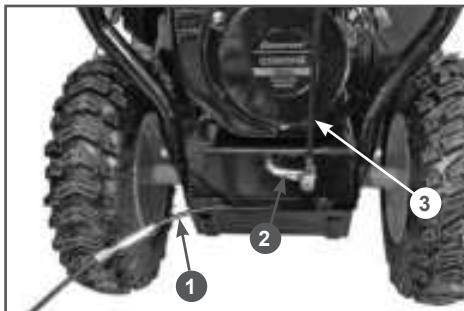
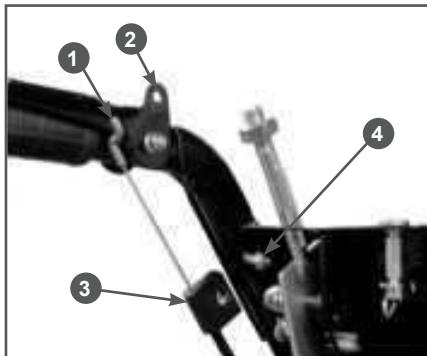

Рис. 7 Установка тяги переключения передач
Рис. 8 Установка троса включения хода
5. Установите тягу 3 от рычага переключения передач в кронштейн 2 оси переключения передач (Рис. 7). Вставьте бобышку наконечника тяги в отверстие в кронштейне и зафиксируйте ее шплинтом. Далее на рисунках 7, 8 и 9 показан снегоотбрасыватель ST661. Описание операций к этим рисункам также подходит для ST553.
- Открутите гайку 4 верхнего левого болта крепления панели (Рис. 8).
- Вставьте Z-образный наконечник 1 троса включения хода (трос включения хода показан на Рис. 7 п. 1) в отверстие 2 на рычаге включения хода (Рис. 8).
- Закрепите опору 3 оплётки троса включения хода на рукоятке управления с помощью болта и гайки 4 (Рис. 8).